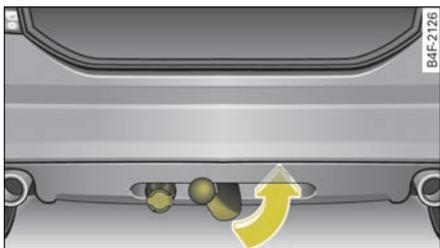

图 222 后保险杠：将牵引装置翻回
- 向上将牵引装置翻转到底 =>第231页, 图 222 =>⚠️。自动进行锁止过程。此时必须听见清晰的啮合声。手轮中的发光二极管重新变为绿色。